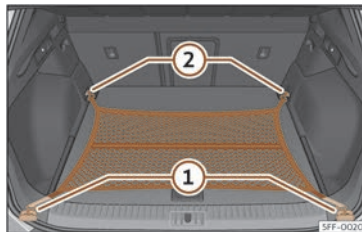

Fig. 180 No maleteiro: bolsa de rede enganchada case tocando o piso.
- Fixe os ganchos da rede nas argolas de amarre >>> **fig. 180** (1) e (2) >>> ⚠️. A cremalleira da bolsa ten que quedar cara arriba.